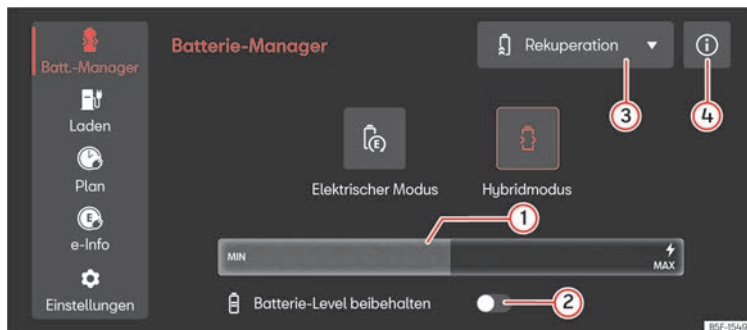

Abb. 121 Im Infotainment-System: Menü Batterie-Manager
- Wählen Sie im Infotainment-System **Elektrischer Betriebsmodus** oder **Hybrid-Modus**. Weitere Informationen zu dem Betriebsmodus finden Sie in ① >>> (Abb. 121) ④.
Legende zur  (**Abb. 121**):